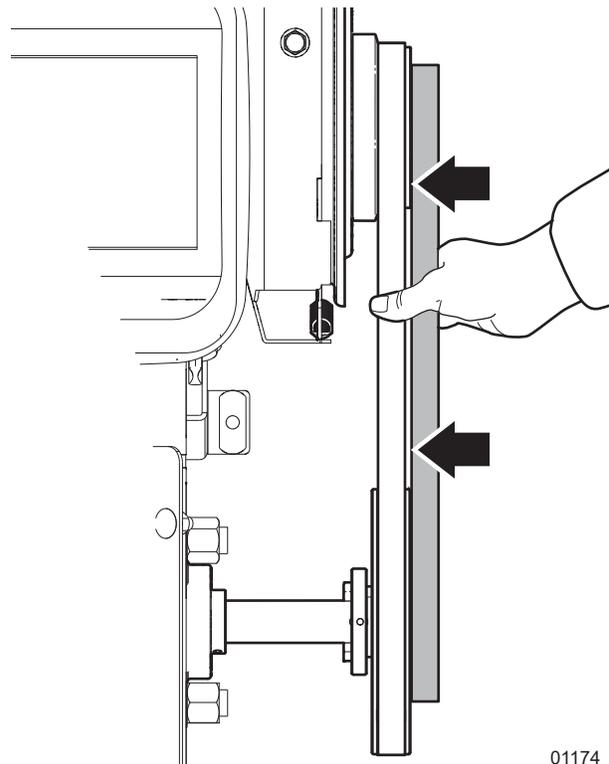

Figure 27 – Alignement de la courroie d'entraînement
1. Posez une règle droite le long de la face de la poulie du rotor. Orientez l'extrémité opposée de la règle droite vers le volant d'embrayage du moteur. Veillez à ce que la règle droite soit parallèle à la face de la poulie du rotor. Consultez *Figure 27*.
- Si le bord du volant d'embrayage du moteur est aligné avec la règle droite, la courroie d'entraînement est alignée. Les étapes suivantes ne sont pas nécessaires. Voir la *Figure 27*.